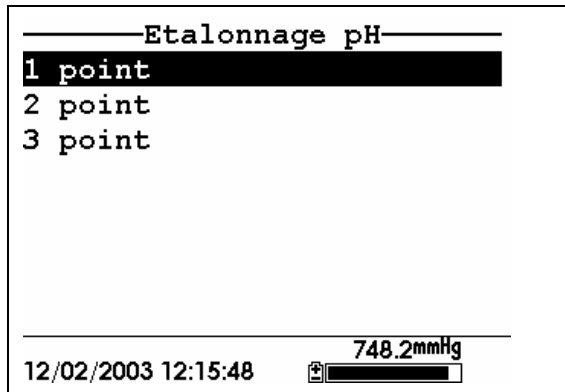

Figure 6.12 Ecran de calibrage du pH
17. Appuyez sur **Entrée**. Ceci vous ramène à l'écran de calibrage du pH, reportez vous à la Figure 6.12 Ecran de calibrage du pH.